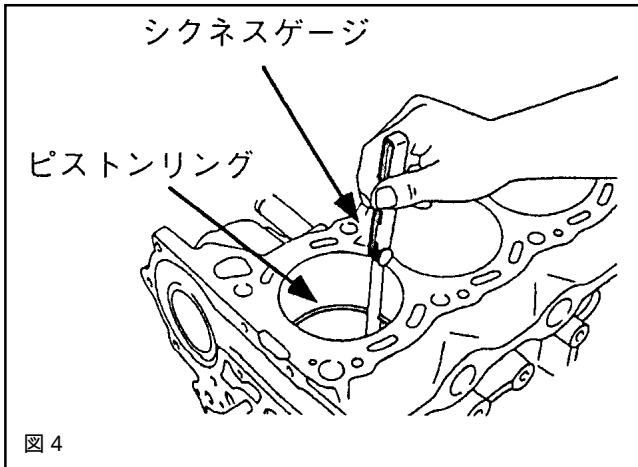

図 4
5.1 図4のようにピストンリングをボーリングされたシリンダの中間位置までピストンを利用して押し込み、シクネスゲージを用いて合い口隙間を測定してください。